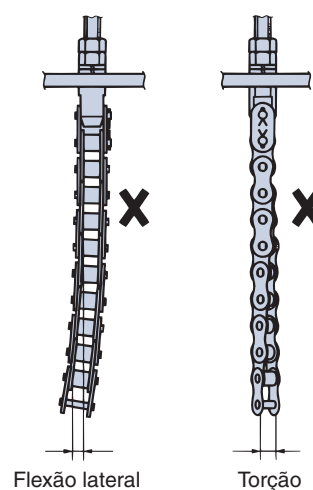

Fig. 29 Torção da corrente de roletes
- 1) Isto deve ser realizado com os mesmos requisitos utilizados para transmissões comuns, mostrados no item 6.3.
- 2) É importante verificar a lubrificação das peças do elo de emenda entre a corrente de roletes e as presilhas terminais quando houver essas presilhas, bem como as peças em que a corrente de roletes envolve a roda dentada (consulte o item 3.2 na página 160).
- 4) Inspeção da torção e da flexão lateral da corrente de roletes. Se houver torção parcial ou flexão lateral da corrente, a corrente de roletes inteira deverá ser trocada (Fig. 29).